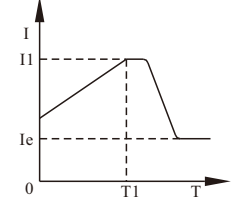

图9.5
- 图9.5为电流斜坡起动模式的输出电流波形,其中I1为P6设置的限流值, T1为P1设置的时间值。